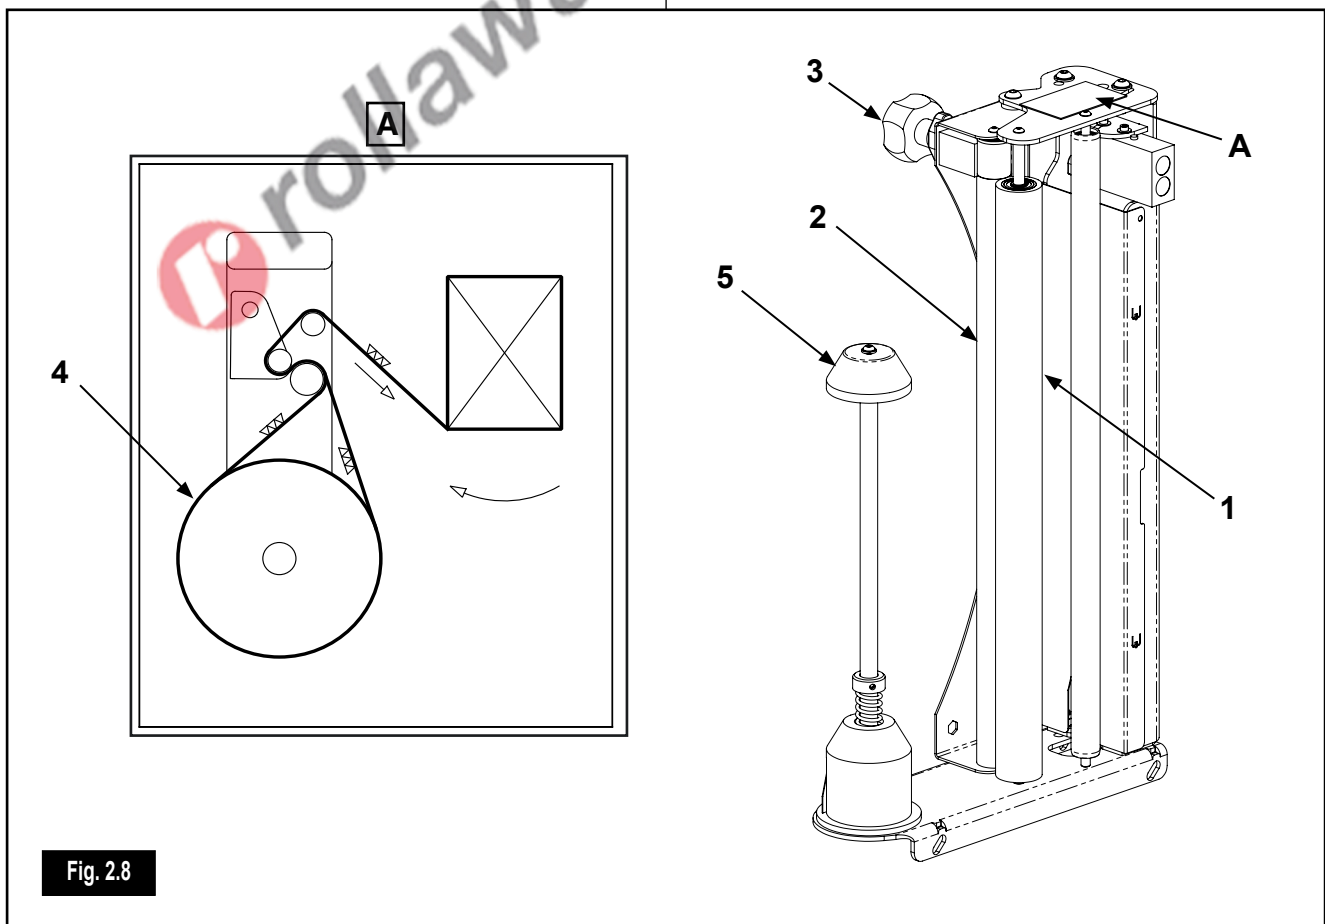

Fig. 2.8
Il carrello **FM (MB)** (Fig. 2.8) è composto da un rullo gommato folle (1) e da un rullo (2), munito di freno meccanico.
Le chariot **FM(MB)** (Fig. 2.8) se compose d'un rouleau en caoutchouc fou (1) et d'un rouleau (2) muni d'un frein mécanique.
Il carrello **FE (EB)** (Fig. 2.8 a) è composto da un rullo gommato folle (1) e da un rullo (2) munito di freno elettromagnetico.
Le chariot **FE (EB)** (Fig. 2.8.a) se compose d'un rouleau en caoutchouc (1) muni d'un frein électromagnétique et de deux rouleaux fous (2).